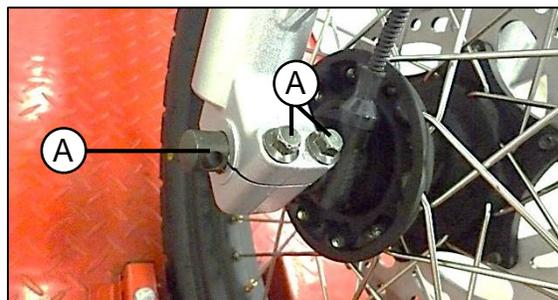

Fig. 11
Afloje los dos tornillos (A) con una llave o copa 10 mm y remueva su eje (B) **Fig. 11**